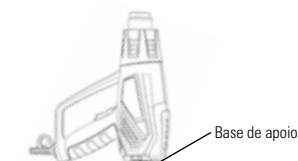

FIGURA 7.1 - BASE DE APOIO
5. Quando for apoiar o soprador desligado (figura 7.1) sobre uma superfície no intervalo entre operações, mantenha-o na posição vertical, protegendo a resistência de eventuais correntes de vento que causam choques térmicos.